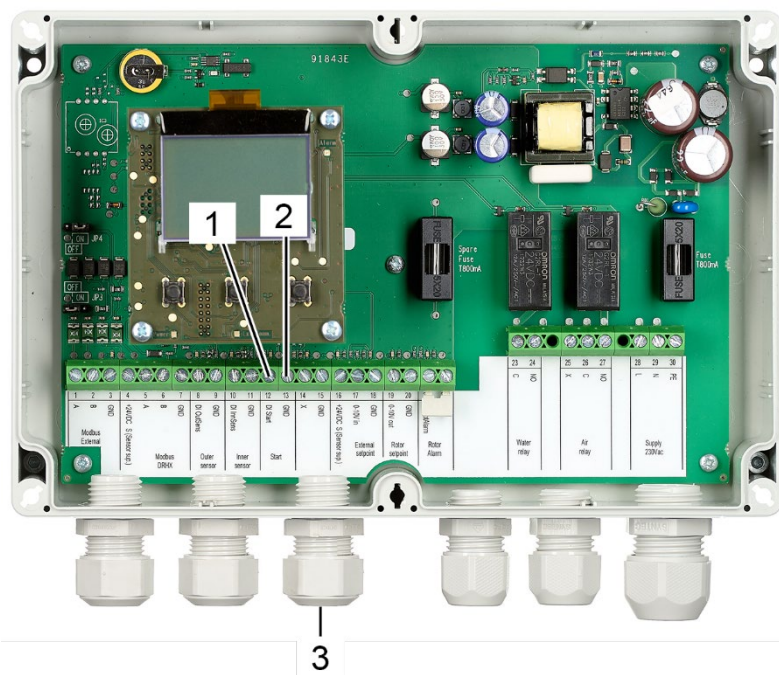

Figura 92: Terminales de la señal de arranque externa
33. Pase los cables de arranque externo a través del prensaestopas (Figura 92/3).
34. Conecte la señal de entrada de arranque externo al terminal 12 (Figura 92/1, DI Start).
35. Conecte el cable de conexión a tierra del arranque externo al terminal 13 (Figura 92/2, GND).